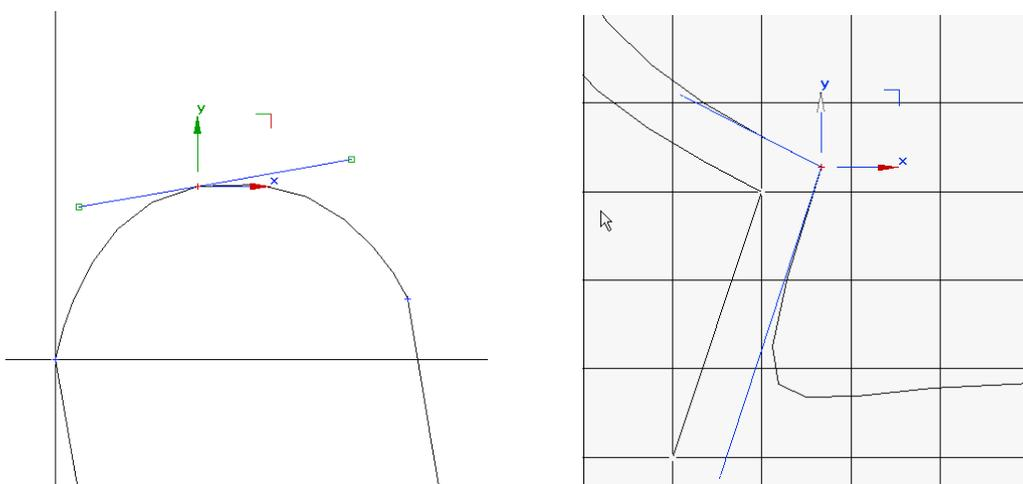

Рисунок 20
Вставьте дополнительную вершину между двумя вершинами верхней кромки вазы: Контекстное меню/TOOLS 2 -> Refine или свиток Geometry – Refine. Выделите эту вершину, переместите и преобразуйте ее в тип Bezier. Измените положение и ориентацию усов (рис.20).
21. Перейдите в режим перемещения (Pan) нажав колесико мыши и переместитесь вниз до образующей дна. Приведите контур дна вазы в более правильный с точки зрения реальности (Рис.20).
23. Выделите и удалите вершину, расположенную левее от внутренней. Перемещая узлы соответствующих вершин, восполните эту утрату (рис.20 Результат редактирования вершин).